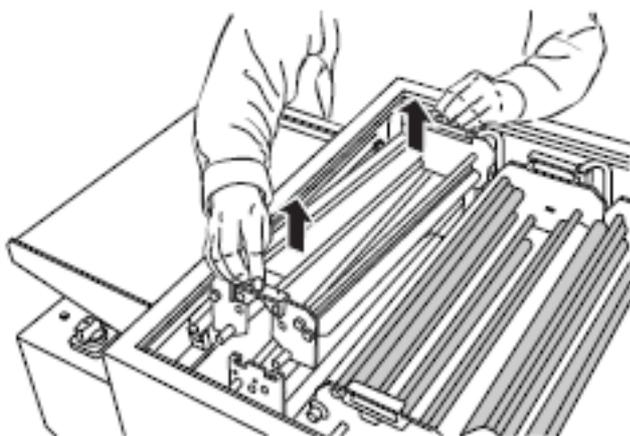

Рис. 2
- Приподнимите верхние блоки валиков за ручки, расположенные по бокам, и снимите их (рис. 2).